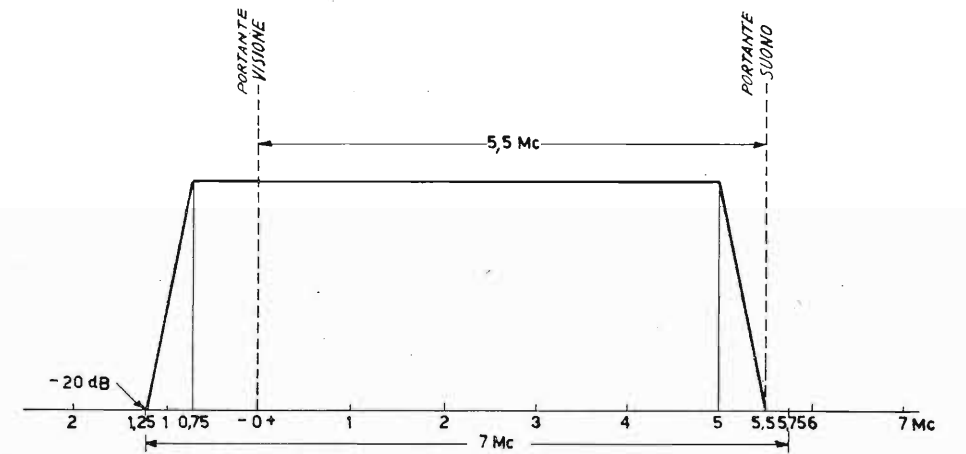

Fig. 1. - Caratteristica ideale di un trasmettitore video
- 4) Le caratteristiche di un trasmettitore ideale di TV saranno quelle indicate in fig. 1.